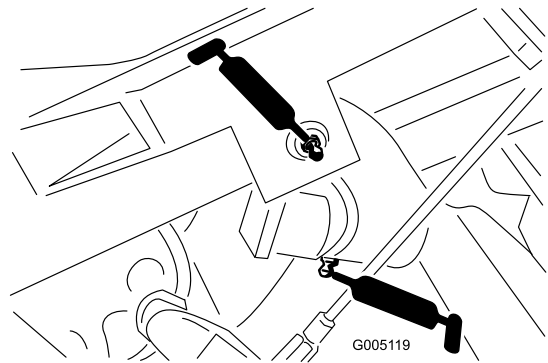

Bild 31
- Hubarmgelenk (3) und Schwenkscharnier (3) (Bild 31)